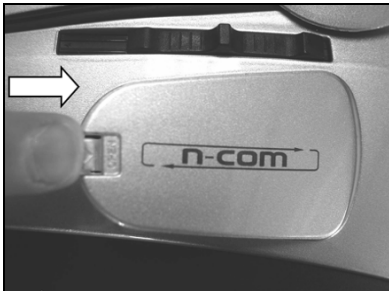

Fig. 1
- Enlever la partie arrière du rembourrage de confort en tirant le protège-nuque jusqu'à celui-ci se décroche de la calotte (Fig. 1).